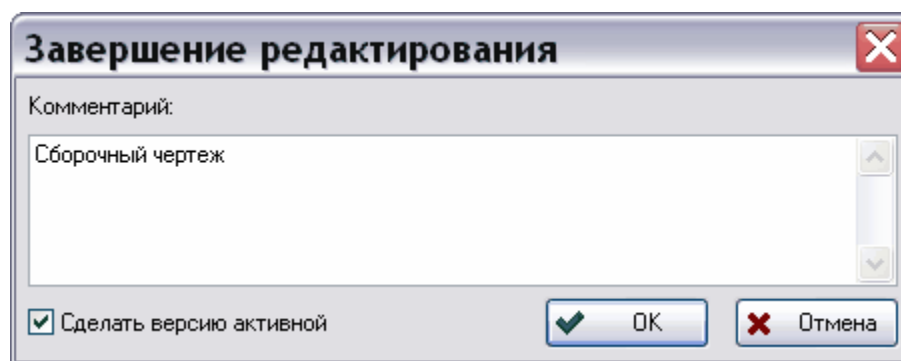

Рис. 79
4. В окне SolidWorks на панели инструментов PSS нажмите на кнопку **Сохранить и продолжить редактирование** . При этом появится диалоговое окно **Завершение редактирования** (Рис. 79).